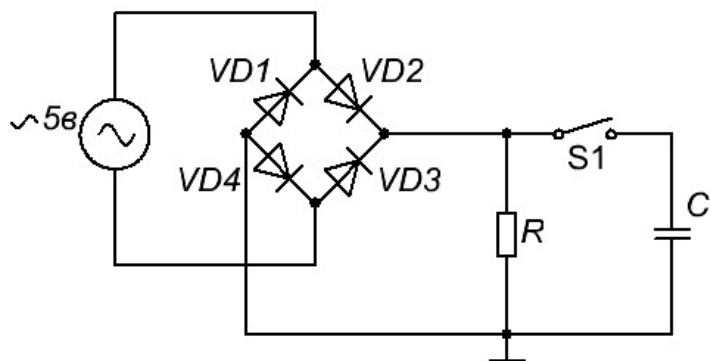

Рис. 6. Двухполупериодный выпрямитель
5. Исследуйте схему двухполупериодного выпрямителя на полупроводниковых диодах (рис.6). На выходных клеммах (выводы резистора) посмотрите с помощью осциллографа форму напряжения, измерьте его амплитуду, частоту при отключенном конденсаторе С. Обратите внимание на форму напряжения вблизи уровня 0В. Подключите конденсатор С и снова посмотрите форму напряжения на экране осциллографа. Объясните наблюдаемый эффект.